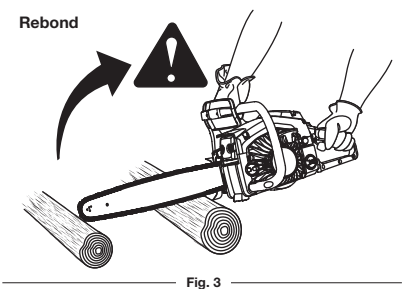

Fig. 3
- Veillez à ce que la pointe du guide n’heurte aucun objet tel qu’une bûche, une branche, le sol ou tout autre élément gênant. Retirez ou évitez toute obstruction qui pourrait entrer en contact avec le bout du guide de la chaîne lorsque vous coupez (Fig. 3).